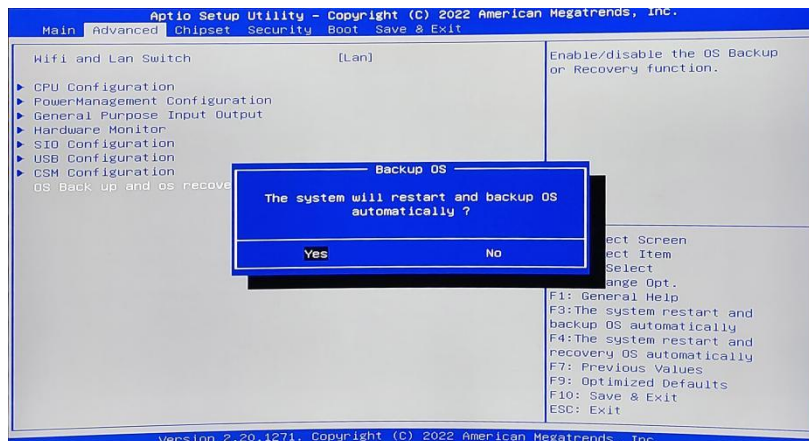

图 2 备份选择界面
(3) 按下键盘左上角的 F3 按键，就能进入备份选择界面（如图 2 所示），界面会出现提示使用键盘选中 [YES]；